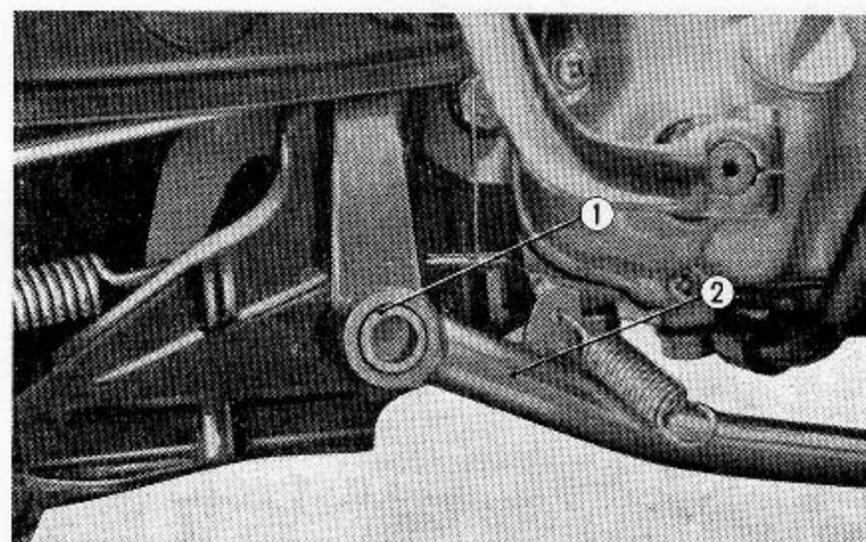

Abb. 4.47 Fußbremshebel ausbauen
- (4) Den 3 mm Splint aus dem Kippständerdrehbolzen herausziehen und den Fußbremshebel abbauen. (Abb. 4.47)